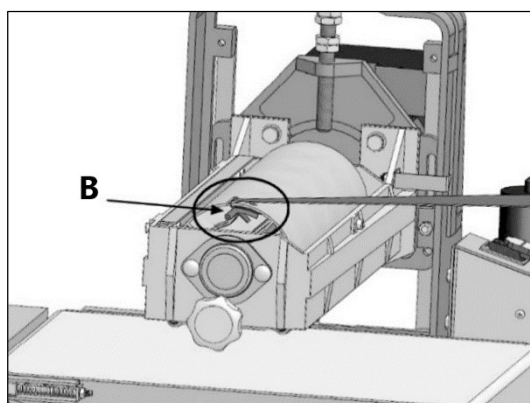

Рисунок 31.
- Нажмите фиксатор В (рис. 31), чтобы ослабить его давление, и снимите шлифовальную ленту.